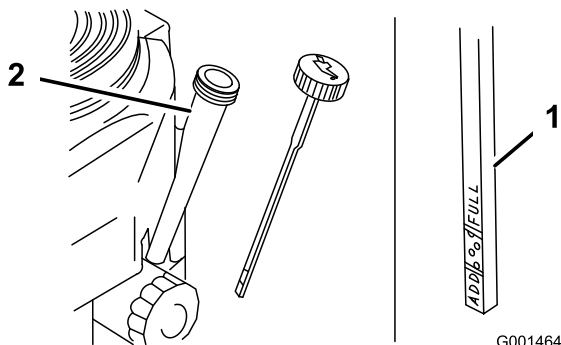

Figure 26
4. Nettoyez la surface autour de la jauge d'huile (Figure 26) pour éviter que des impuretés ne s'introduisent dans le goulot de remplissage, ce qui risquerait d'endommager le moteur.
5. Retirez la jauge d'huile et essuyez soigneusement son extrémité (Figure 26).
6. Remettez la jauge au fond du tube de remplissage, mais sans la visser (Figure 26).
8. Versez avec précaution environ 80 % de la quantité d'huile spécifiée dans le goulot de remplissage (Figure 26).